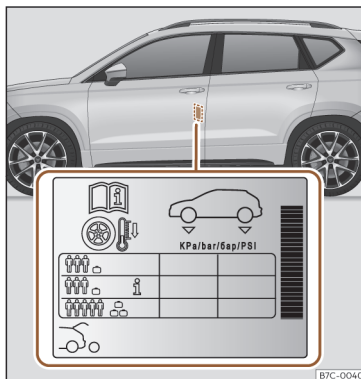

Fig. 204 Localização do autocolante da pressão de ar dos pneus.
- Adapte a pressão dos pneus à carga transportada pelo veículo»» **Fig. 204**.
Os valores da pressão de enchimento indicam-se na etiqueta autocolante situada na zona posterior da moldura da porta dianteira esquerda»» **Fig. 204**.
Dependendo do veículo, pode adaptar-se a pressão de ar dos pneus para meia carga para aumentar o conforto de condução (pressão de ar dos pneus **i**)»» **Fig. 204**). Quando se circula com a pressão de ar de conforto, o consumo de combustível pode aumentar ligeiramente.
A pressão dos pneus tem de ser ajustada à carga momentânea do veículo. Se pretender utilizar o veículo com a carga máxima, terá de aumentar a pressão dos pneus para o valor máximo indicado na etiqueta»» **Fig. 204**.
No caso de uma roda de emergência mais estreita (125/70 R18), encher a 4,2 bar de pressão segundo indicado na etiqueta de pressão dos pneus»» **Fig. 204.**
- O condutor é responsável por garantir que todos os pneus do veículo estejam cheios com a pressão correta. A pressão de ar recomendada está indicada num autocolante»» **Fig. 204.**
- Com os pneus a frio, deve manter-se sempre a pressão indicada no autocolante »» **Fig. 204.**